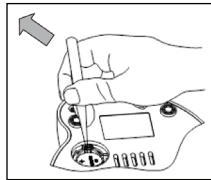

Bild 3
3. So entfernen sie den akku schieben sie die metallasche an der außenseite (man kann mit einem spitzen gegenstand zu verwenden), und die batterie ausgeworfen, Bild 3.